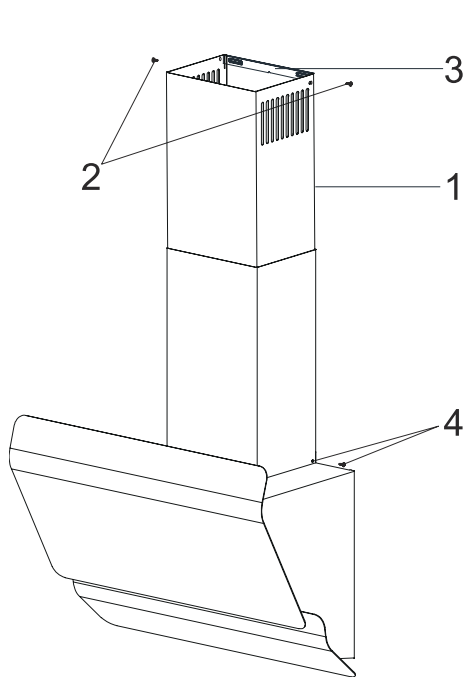

Fig. 9
Invändig och utvändig skorsten sätts i varandra (Fig. 9).
- 1.** ➤ Håll väggbeslaget för skorstenen (6) mot väggen där den ska placeras. Markeras vid punkterna E & F.
- 3.** ➤ Tryck den inre skorstenen upp mot taket. Skruva fast den med 2 skruvar på sidorna upptill (Fig. 9).
- 4.** ➤ Skruva också fast den yttre skorstenen på sidorna i botten (Fig. 9).